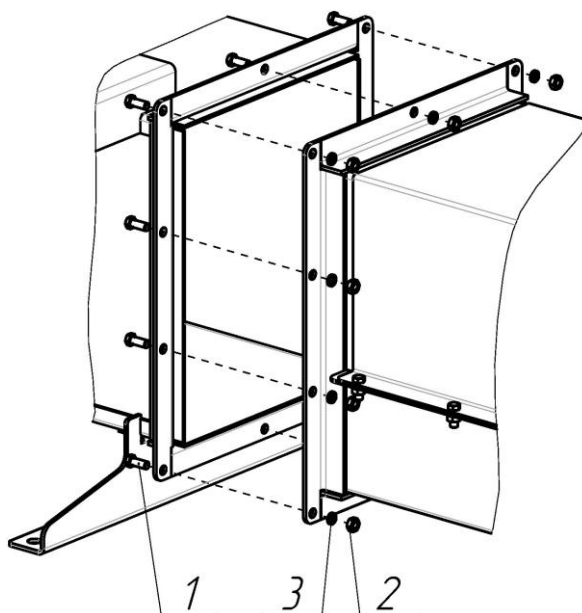

Рис.12 Соединение станции и секции ТС-25, ТС-50, ТС-100
Элементы крепления, необходимые для соединения узлов транспортера между собой, показаны на рис.12, 13.
Секции длиной 600 мм и менее не комплектуются опорной лапой и присоединяются к другим узлам транспортера, как показано на рис.12.
- 3) последовательно присоединить к приводной станции секции со снятыми крышками и натяжную станцию (элементы крепления см. рис.12, 13);